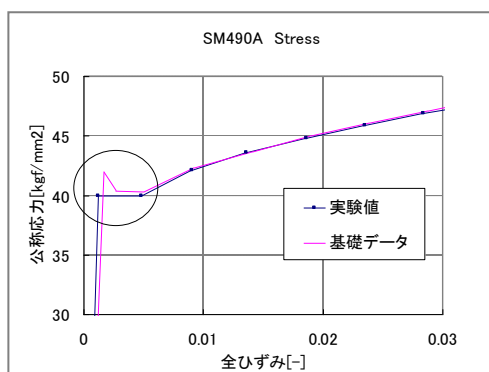
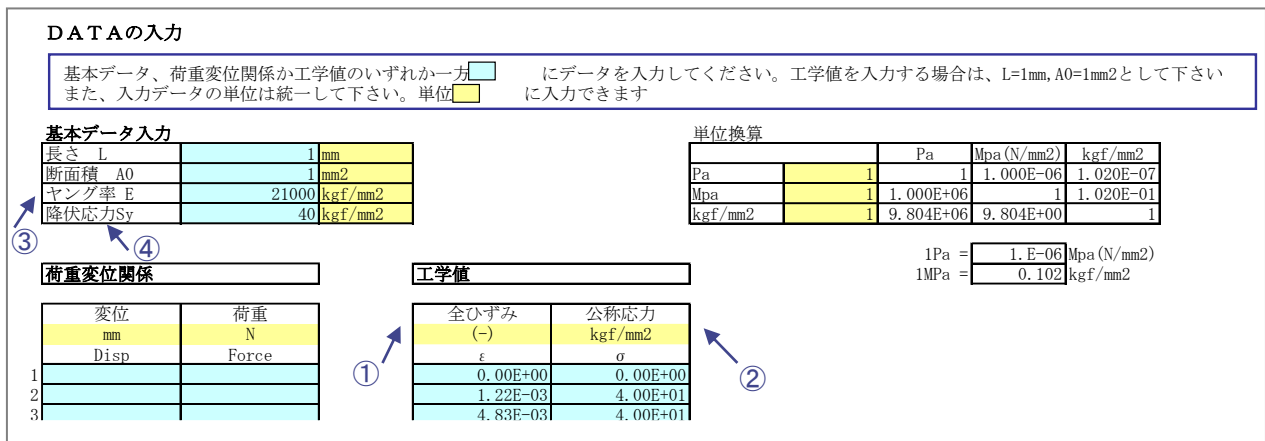

Fig.2 材料試験から得られた応力-ひずみ曲線
Fig.4 Excel による加工硬化データの作成
1. 実験データの上降伏点, 下降伏点が Fig.2 のような場合, 降伏棚は実験条件の影響を受ける事が多いため下図の実線のように上降伏点を省く。
3. Excel シート [data 入力]で、Fig.2において得られた ①全ひずみ、②公称応力、③ヤング率、及び ④降伏応力を Fig.4 の通り入力する。